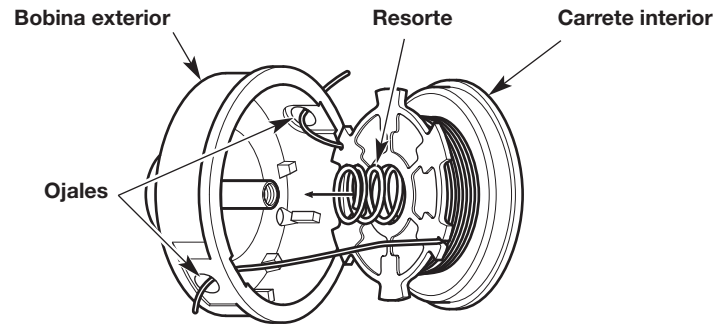

Fig. 33
1. Pase los extremos de los hilos a través de los ojales de la bobina exterior (Fig. 33).
2. Coloque el resorte dentro del carrete interior (Fig. 33).
3. Inserte el carrete interior dentro de la bobina exterior (Fig. 33). Oprima el carrete interior y la bobina exterior uno contra otro.